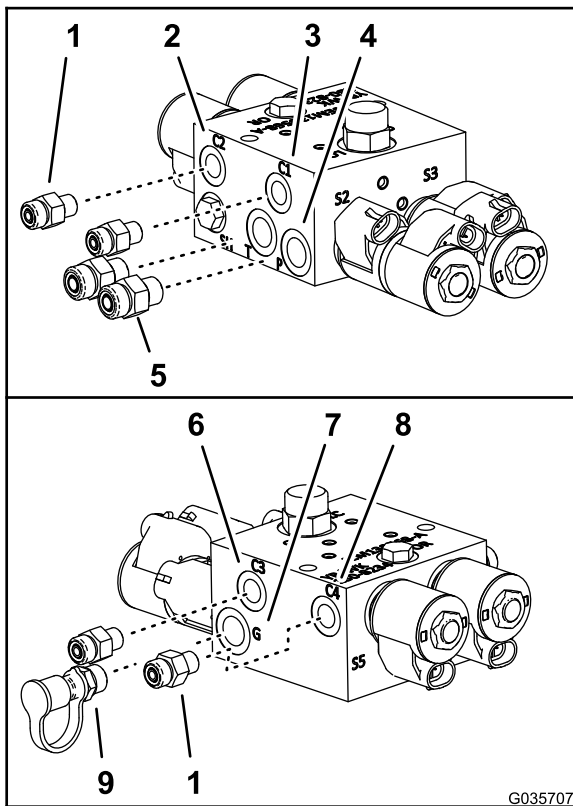

Figura 7
5. En el nuevo distribuidor del cilindro de elevación, monte los acoplamientos hidráulicos rectos (Figura 7) que retiró en el paso 3 en el puerto P y en el puerto T.
- Monte los 4 acoplamientos hidráulicos rectos del kit de nivelación del brazo Ultra Sonic Boom en los puertos C1, C2, C3 y C4 del nuevo distribuidor del cilindro de elevación (Figura 7).
- Monte el acoplamiento de diagnóstico y el tapón que retiró en el paso 4 en el puerto G del nuevo distribuidor del cilindro de elevación (Figura 7).